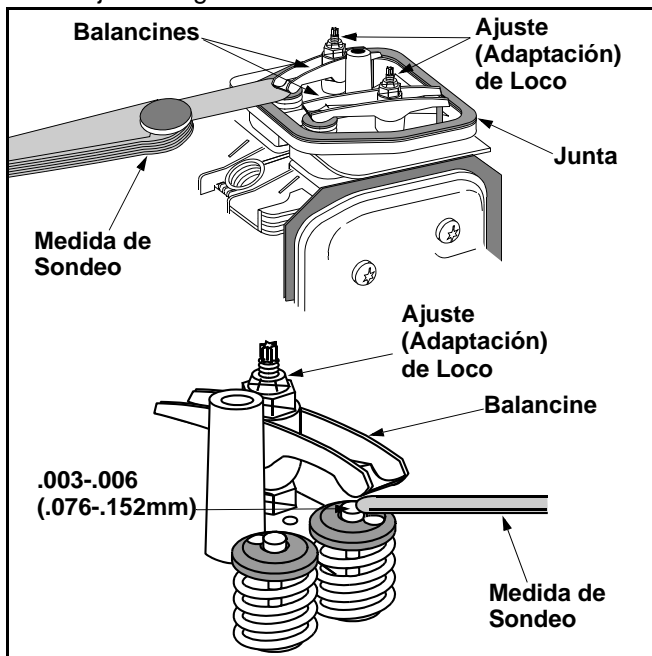

Figura 15
- Para aumentar el despacho de aduana, gire la tuerca que se adapta en sentido contrario a las agujas del reloj. Vea Figura 15.
- Para disminuir el despacho de aduana, gire la tuerca que se adapta en el sentido de las agujas del reloj. Vea Figura 15.